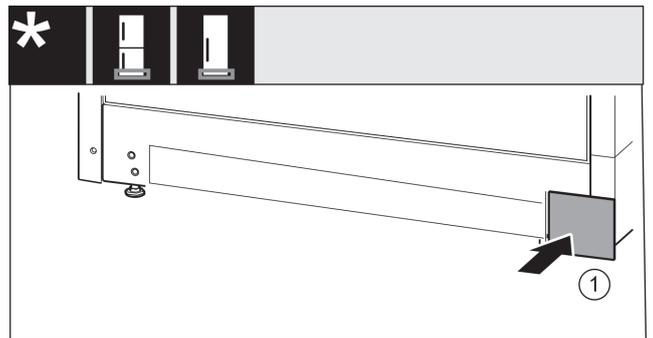

Fig. 22
- ▶ Abdeckung Fig. 22 (1) auf der anderen Seite wieder aufsetzen.